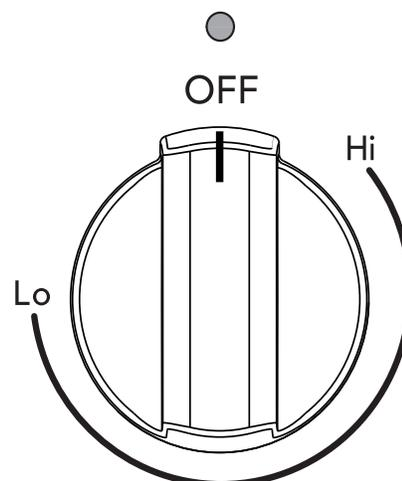

Figure 6: Bouton de la surface de réchaud
1. Pousser et tourner dans un sens ou dans l'autre (voir Figure 6). Les températures sont indiquées par < Hi > (feu vif) et < Lo > (feu doux). La commande peut toutefois être réglée sur n'importe quelle position entre ces deux valeurs pour offrir d'autres ajustements de chaleur.